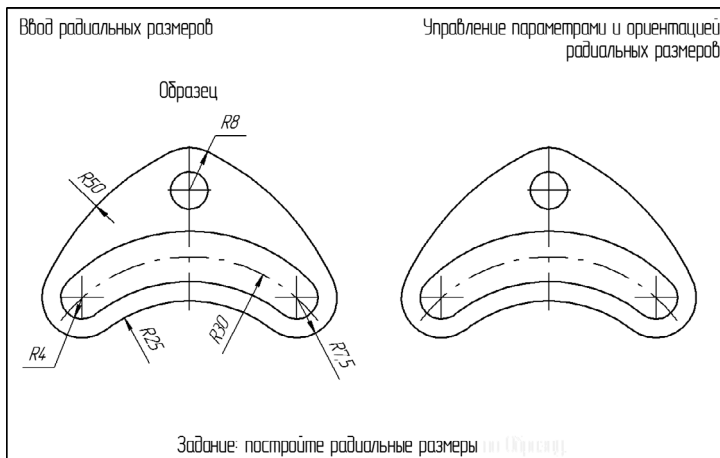

Рис. 12.25. Задание к Упражнению 12.6
**Задание.** Проставьте радиальный размер R7,5 от центра дуги d1 (рис. 12.25).
- Задайте положение размерной линии в соответствии с Образцом (рис. 12.25).